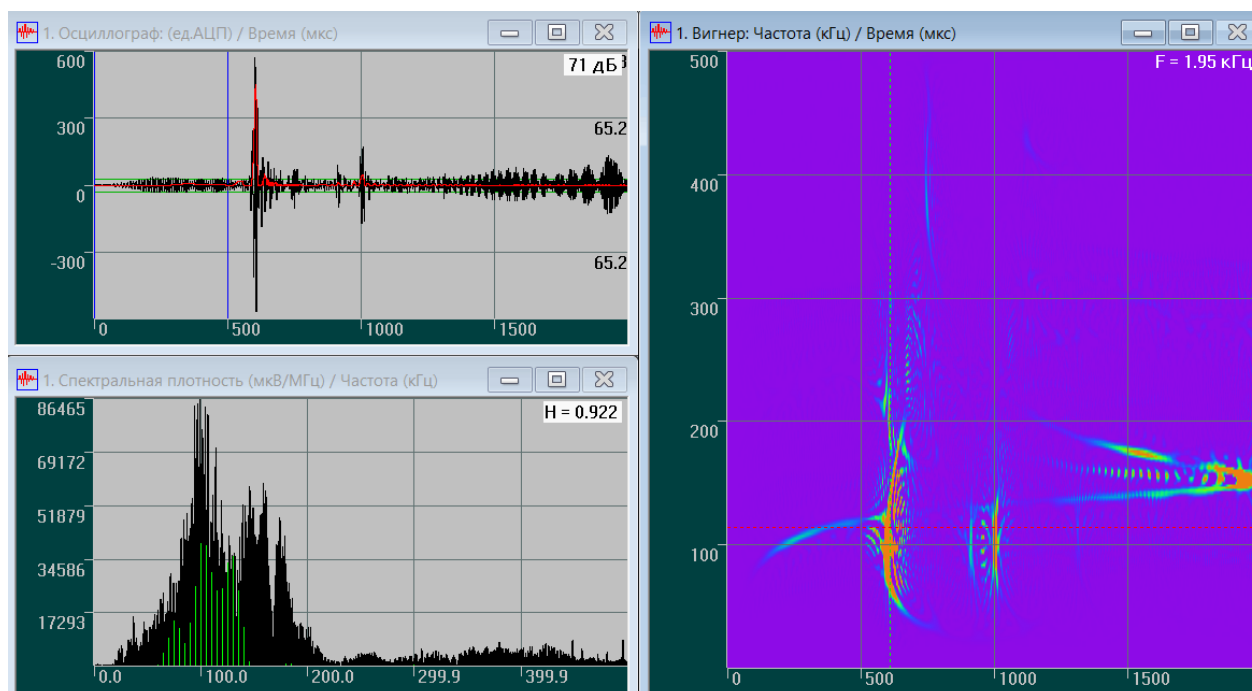

Рис. 17.4. Сечения спектрограммы
- ◇ Для просмотра полученных сечений необходимо подвести курсор мыши к полю соответствующего окна, нажать правую кнопку мыши и вызвать контекстное меню, в котором выбрать команду **Показать сечения**. Эта команда доступна только в том случае, когда заданы параметры сечений в диалоговом окне **Настройка сечений**. После этого на осциллограмме и спектре будут показаны соответствующие сечения (рис. 17.4).